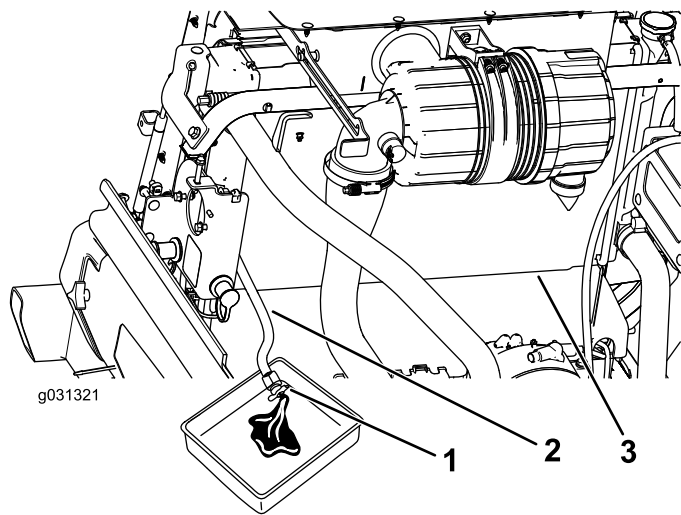

図 121
3. ラジエターからのドレンホースを容器の内部に入れ、ホースについているドレンバルブを開いて、冷却液を容器に回収する (図 121)。
4. ドレンホースのバルブを閉じる 図 121。